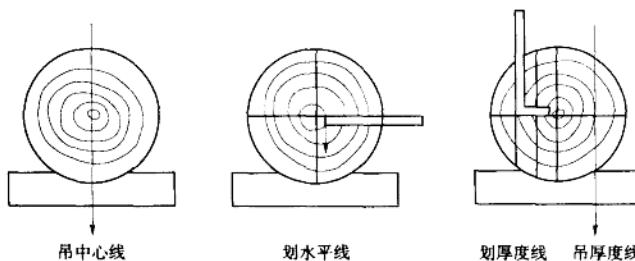

图 1-16 圆木制作板材
(2) 圆木制作板材。制作板材一般要用较平直的圆木，在端截面上用线锤吊中央铅垂线，用角尺画出水平线，在水平线上按板材厚度(加上锯缝宽度)，由截面中心向两边画平行线，用墨斗弹出纵长墨线，依线锯割，如图 1-16 所示。